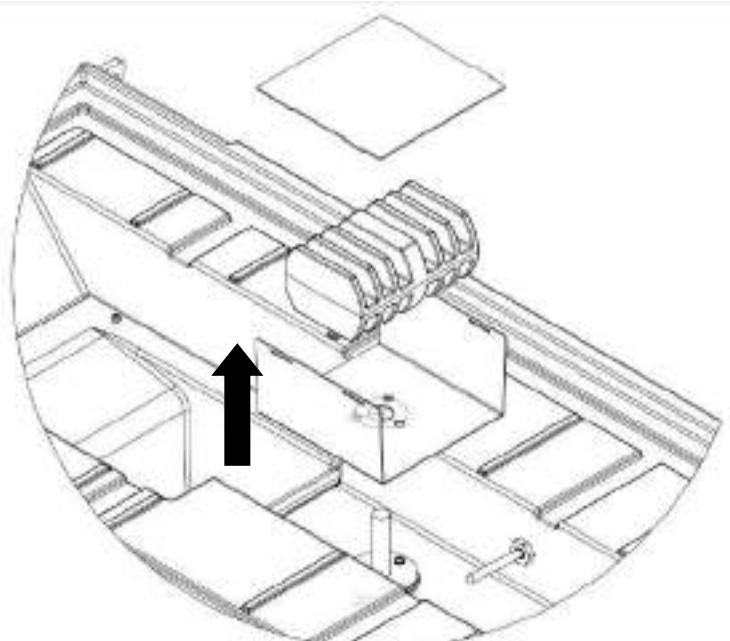

Figura 260 – Dissipador de calor
1. Retire o protetor, a chapa e o dissipador de calor conforme a sequência da figura 260: